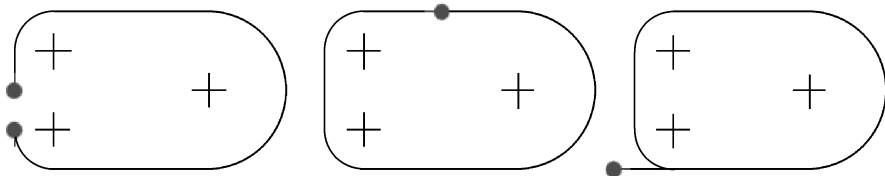

图 3-10 加亮开放端点
(2) :【加亮开放端点】按钮。单击该按钮，若草绘不是闭合图形，则开放的端点呈红色加亮显示，用于检测草绘图形不闭合的第一种原因——有开放端点。图 3-10 所示为 3 种开放端点出现的情况，第一种情况是不闭合，第二种情况是有半截重合图线，第三种情况为有出头的轮廓线。